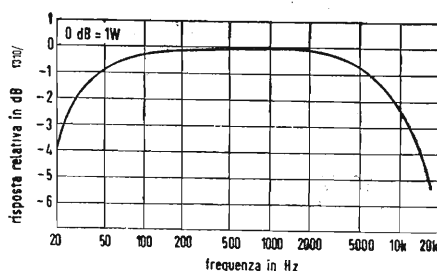
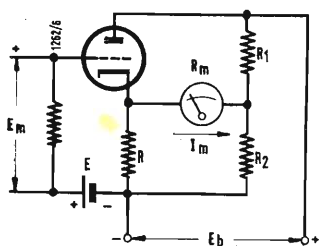

Fig. 3 - Curva di risposta dell'amplificatore « Hi-Fi ».
Fig. 2 - Voltmetro elettronico a resistenza di carico nel circuito catodico e compensazione tramite resistenza.
Fig. 2 - Circuito di un amplificatore « Hi-Fi » di tipo economico $C_1 = 250 \mu\text{F}$, elettrolitico, 150 V; $C_2-C_3 = 40 \mu\text{F}$, elettrolitico, 150 V; $C_4-C_5-C_{11} = 0,01 \mu\text{F}$ carta; $C_6 = 0,001 \mu\text{F}$ carta; $C_7 = 25 \mu\text{F}$, elettrolitico, 10 V; $C_{10} = 0,082 \mu\text{F}$ carta; $C_{11} = 0,03 \mu\text{F}$ carta; $C_{12} = 0,02 \mu\text{F}$ carta; $F =$ fusibile 3 A; $J =$ entrata schermata per pick-up a cristallo o ceramica ad alta impedenza; $R_1 = 5,6 \Omega$, 10 W; $R_2 = 1200 \Omega$, 2 W; $R_3 = 22 \Omega$; $R_4-R_5 =$ regol. tono 2 M Ω ; $R_6 = 180000 \Omega$; $R_7 = 220000 \Omega$; $R_8-R_{11} = 47000 \Omega$; $R_{12} = 120000 \Omega$; $R_{13}-R_{14} =$ 10000 Ω ; $R_{15}-R_{16} = 56 \Omega$; $R_{17}-R_{18} = 470000 \Omega$; $R_{19} =$ regol. volume 1,5 M Ω con prese a 250.000 e 500.000 Ω ; $R_{20} = 68 \Omega$; $R_{21} = 2700 \Omega$; $R_{22} = 12000 \Omega$; $R_{23} = 100000 \Omega$; $R_{24} = 5600 \Omega$; $R_{25} = 3,9 \text{ M}\Omega$; $R_{26} = 23 \Omega$, 1 W; $T =$ trasformatore d'uscita, impedenza prim. da placca a placca 6000 Ω , impedenza sec. adattata al carico. Nota: I punti YY servono per il collegamento dei filamenti del secondo canale stereofonico non rappresentato. Se non altrimenti specificato tutte le resistenze devono essere per 0,5 W ed i condensatori per 400 V.
La fig. 2 rappresenta il circuito di un amplificatore « Hi-Fi » che impiega nello stadio finale in push-pull due valvole 50EH5 funzionanti in classe AB₁. Nonostante che esso sia stato progettato come un complesso stereofonico si è rappresentato per semplicità uno solo dei due canali, per il secondo canale si vedono solo i collegamenti dei filamenti. Nel funzionamento in stereofonia le regolazioni del volume e del tono (alti e bassi separatamente) avvengono con le stesse manopole nei due canali. Il punto + B del circuito è comune ai due canali perciò l'interruttore, il fusibile, il radiatore, il condensatore C_1 del filtro e la resistenza R_1 in serie servono per ambedue i canali. A partire dalla resistenza R_2 il secondo canale ha l'alimentazione identica a quella del primo. Per ragioni di sicurezza il condensatore C_{10} può essere usato solo in un canale, nel secondo canale lo schermo deve essere collegato direttamente alla massa. La sensibilità dell'amplificatore è di 250 mV in entrata per 2,5 W in uscita. Perciò esso può essere usato con le teste fonografiche stereofoniche, che hanno una tensione in uscita per ogni canale un po' minore di quella di una testa monofonica, oppure con quasi tutte le teste in cristallo e in ceramica. Nella fig. 3 si vede la curva di risposta dell'amplificatore in funzione della fre-
2. Tubo in cui la resistenza di carico si trova nel circuito del catodo, l'equilibratura del ponte si effettua tramite una resistenza (fig. 2);